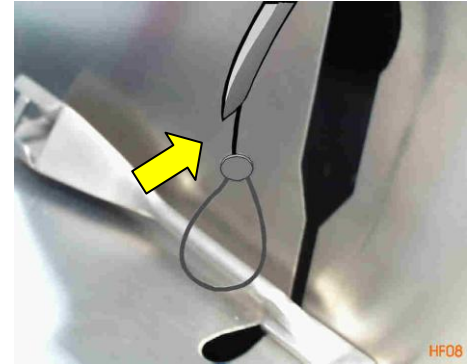

Abb. HF08
7. Führen Sie den Einfädler mit der Öse voran von der Nadelspitze ausgehend durch die Hohnadel (Abb. HF08).